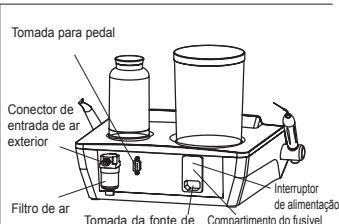

Figura 2 Vista traseira
- 2.6.6 Desligue o interruptor de alimentação, ligue o cabo de alimentação à tomada de alimentação na parte traseira da unidade principal e, em seguida, ligue-o à fonte de alimentação, conforme ilustrado na Figura 2.